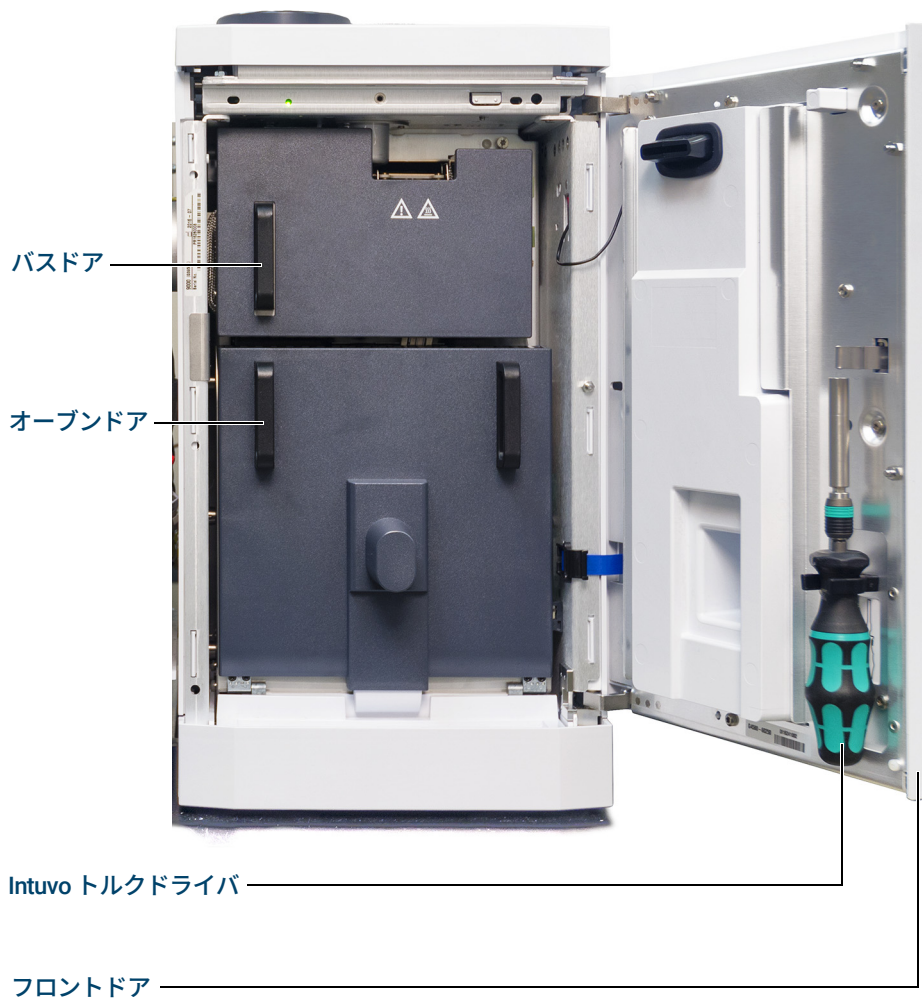

図 11. 9000 GC フロントドア、バスドア、オープンドア、および Intuvo トルクドライバ
- 4 GC のフロントドアを開きます。(図 11 を参照してください)。